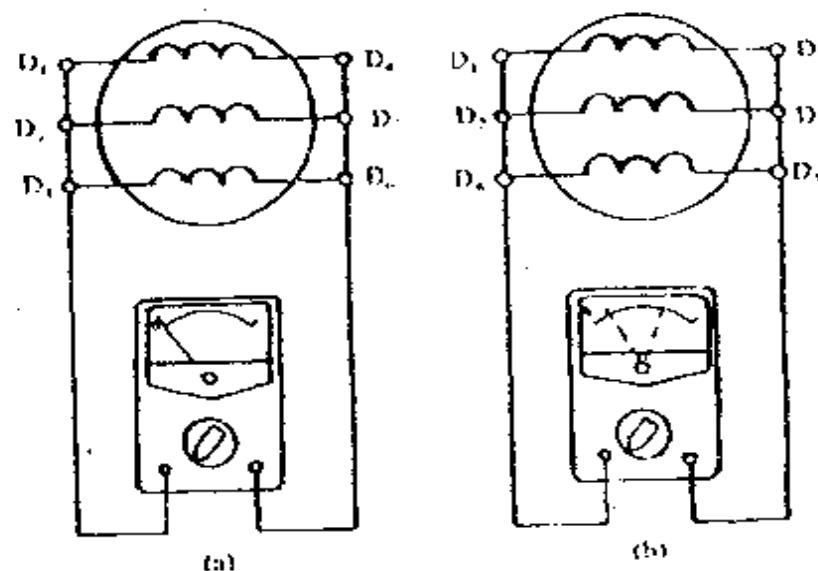

图 93
这种方法的接线如图 93 所示。判别步骤如下：
(1) 用万用表电阻档找出同一相绕组的两个线端，即电阻值最小的两根线端为同一相绕组。
(2) 三相绕组并联在一起，用万用表的毫安档或低电压档测量并联绕组两端的电流或电压，同时转动转子一下，如果表针不动，则表明是三个首端 (D_1 、 D_2 、 D_3) 并在一起，三个末端 (D_4 、 D_5 、 D_6) 并在一起，如图 93 (a) 所示。
如果表针摆动，则说明不是首端相并和末端相并，如图 93 (b) 所示。此时就要一相一相地将每相绕组调一个头，观察表针是否摆动，直至表针不动，出现图 93 (a) 的接法为止，便可做好绕组首末端标记。